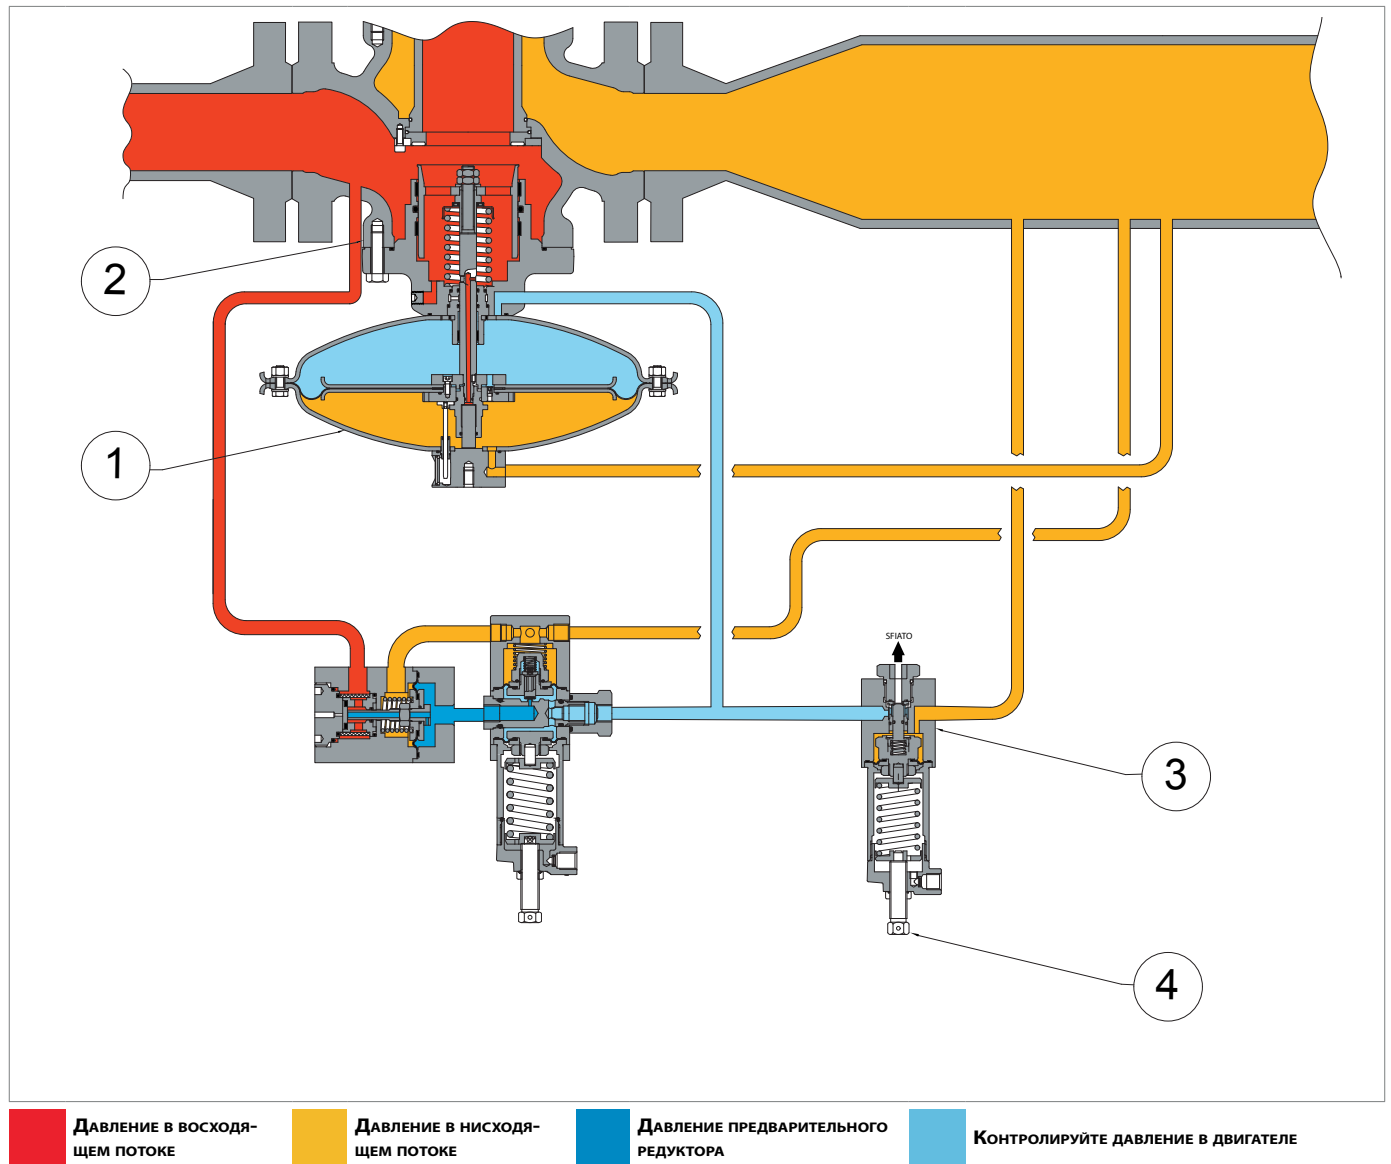

Рис. 4.10. Ускорительный клапан M/A
- M/A (3, Рис. 4.10), в случае давления на выходе (Pd) от 0,55 бар.
- регулировочный винт (4, Рис. 4.10) для клапана M/A
В Рис. 4.10 показан ускорительный клапан M/A.